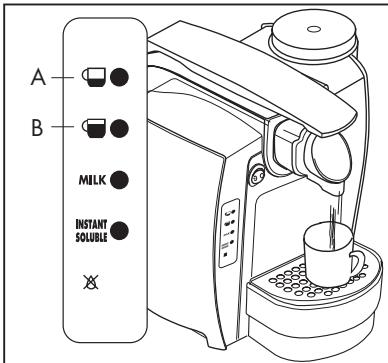

Abb.8
Große Tasse: Drücken Sie die Taste (B) und halten Sie sie gedrückt. Das Wasser beginnt herauszufließen. Wenn die gewünschte Wassermenge abgegeben worden ist, die Taste (B) wieder loslassen. Die Wasserabgabe wird dadurch gestoppt und die Wassermenge wird gespeichert. (**Abb. 8**)
Kleine Tasse: Drücken Sie die Taste (A) und halten Sie sie gedrückt. Das Wasser beginnt herauszufließen. Wenn die gewünschte Wassermenge abgegeben worden ist, die Taste (A) wieder loslassen. Die Wasserabgabe wird dadurch gestoppt und die Wassermenge wird gespeichert. (**Abb. 8**)